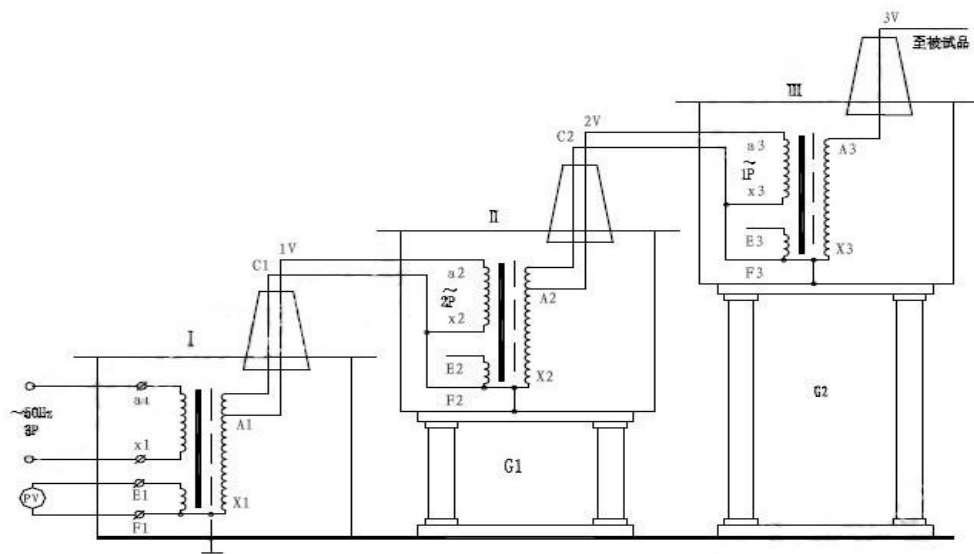

图5：三台试验充压器串级接线原理图
2、三台工频耐压试验成套装置串级获得更高电压的接线原理见图5。串级工频耐压试验成套装置有很大的优越性，因为整个试验装置由几台单台工频耐压试验成套装置组成，单台工频耐压试验成套装置容量小、电压低、重量轻，便于运输和安装。它既然可串接成高出几倍的单台工频耐压试验成套装置输出电压组合使用，又可分开成几套单台工频耐压试验成套装置单独使用。整套装置投资小，经济实惠。图5 中，在第一级和第二级的每个单元工频耐压试验成套装置中都有一个励磁绕组A1、C1 和A2、C2。在串级试验变压器基本原理图中，低压电源加在工频耐压试验成套装置I 的初级绕组a1x1 上，单台试验变压 I、II、III的输出电压都是V。励磁绕组A1、C1 给第二级工频耐压试验成套装置 II 的初级绕组供电；第二级工频耐压试验成套装置 II 的励磁绕组A2、C2 给第三级工频耐压试验成套装置 III 的初级绕组供电。第二级工频耐压试验成套装置 II 和第三级工频耐压试验成套装置 III 的箱体分别处在对地为1V 和2V 的高电位上，所以箱体对地是绝缘的，工频耐压试验成套装置 I 的箱体是接地的。这